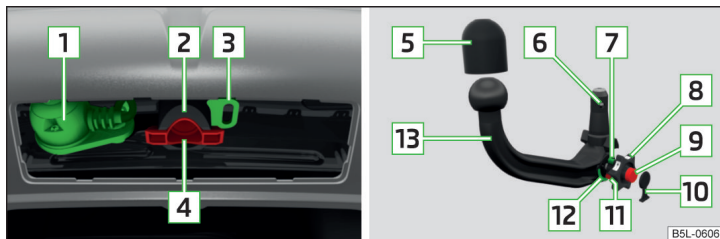

Fig. 143 Support du dispositif d'attelage/boule d'attelage
Support du dispositif d'attelage/boule d'attelage » fig. 143
- Retirez le capuchon du logement **4** » fig. 143 à la page 129 en tirant vers le bas.
- Insérez le capuchon du logement **[4]** » fig. 143 à la page 129.